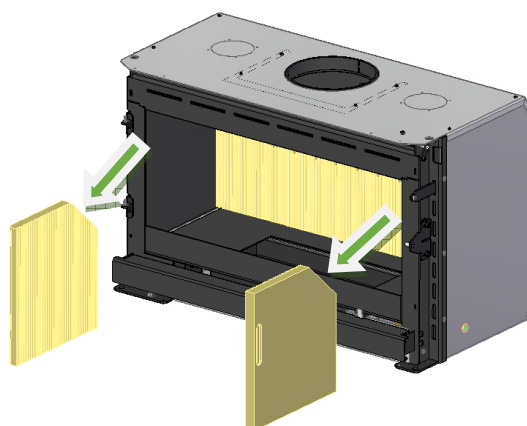

Figura 41 – Remoção das laterais em vermiculite do equipamento
3. Remova as 2 peças das laterais, deslocando para o centro do equipamento e posterior para o exterior do equipamento, Figura 41.